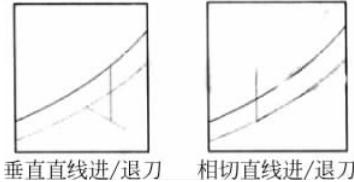

图 5-88 直线进/退刀
(1) “直线进 / 退刀”选项组：“垂直”方式会在进/退刀处产生刀痕，常用于粗加工；“相切”表示所增加的直线刀具路径与相接的外形刀具路径相切，如图 5-88 所示。